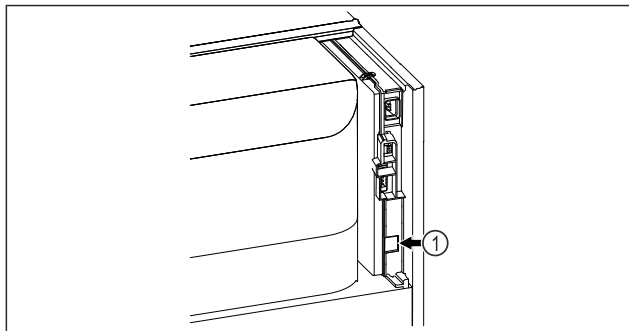

Fig. 183
- ☐ SmartModule Fig. 183 (1) on asennettu.